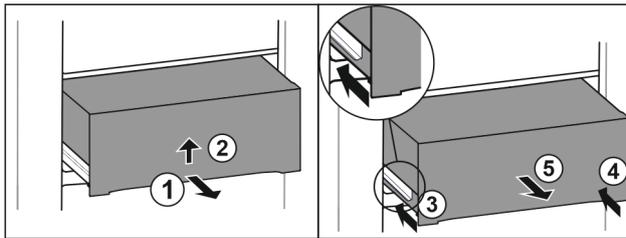

Fig. 43
- ▶ Extraiga el cajón hasta la mitad. Fig. 43 (1)
- ▶ Levante el cajón por la parte de abajo Fig. 43 (2).
- ▶ Retraiga la guía izquierda. Fig. 43 (3)
- ▶ Retraiga la guía derecha. Fig. 43 (4)
- ▶ Extraiga el cajón hacia delante. Fig. 43 (5)